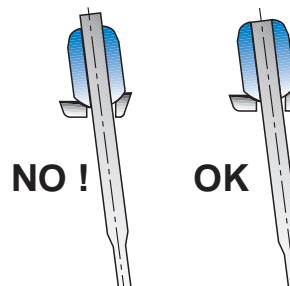

Fig. 61
- Tensionate uno ad uno tutti i raggi (sia sul lato destro, sia sul lato sinistro) avvvitando i dadi fino a portare l'estremità del raggio a filo del fondo del dado (Fig. 61), controllando sempre che le piastrine rimangano in posizione corretta.
- Tension all the spokes one by one (on both RH and LH sides) by tightening the nuts until the end of the spoke is snug against the nut (Fig. 61), always making sure that the plates remain in the correct position.
- Alle Speiche nacheinander spannen (sowohl auf der rechten, wie auf der linken Seite) und dabei die Mutter so lange anziehen bis das Ende der Speiche bündig mit der Simfläche der Mutter abschließt (Abb. 61) und ständig überprüfen, ob die Plättchen weiter korrekt ausgerichtet bleiben.
- Tendez un à un tous les rayons (aussi bien sur le côté droit que sur le côté gauche) en vissant les écrous jusqu'à porter l'extrémité du rayon à ras du fond de l'écrou (Fig. 61), en contrôlant toujours que les plaquettes restent en position correcte.
- Tensar uno a uno todos los radios (tanto del lado derecho como del lado izquierdo), enroscando la tuerca hasta que el extremo del radio quede a ras del fondo de la tuerca (Fig. 61), controlando siempre que la placa permanezca en la posición correcta.
- Span alle spaken één voor één door de moer aan te draaien totdat het einde van de spaak in de moer zit (fig. 61), controleer of de plaatjes in de juiste richting staan.